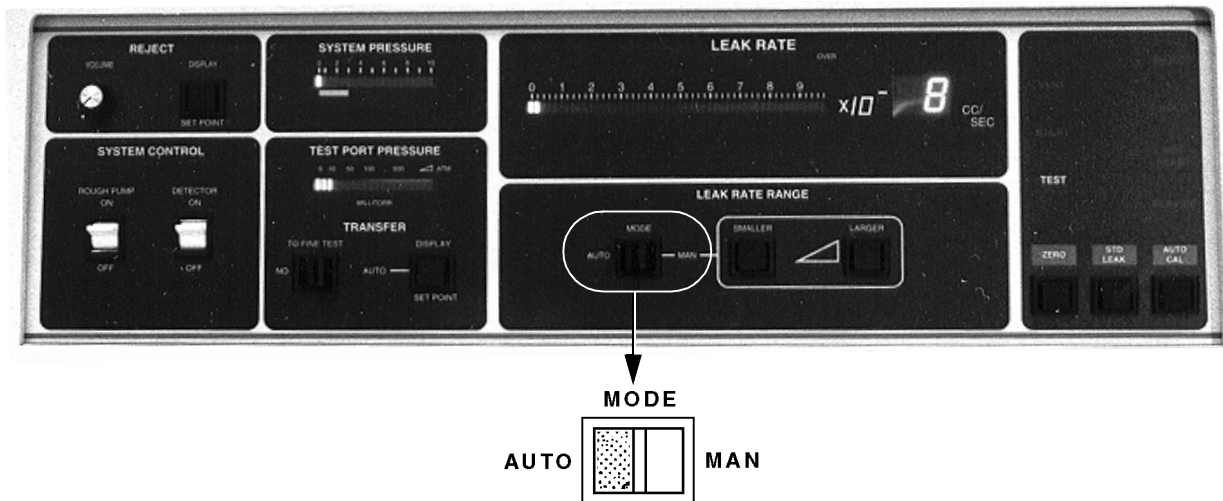

Abbildung 3-9 Position des Schalters AUTO/MAN MODE
2. Wählen Sie auf dem Schalter AUTO/MAN MODE die Position **AUTO** (Abbildung 3-9) im Bereich "Leak Rate Range" aus.